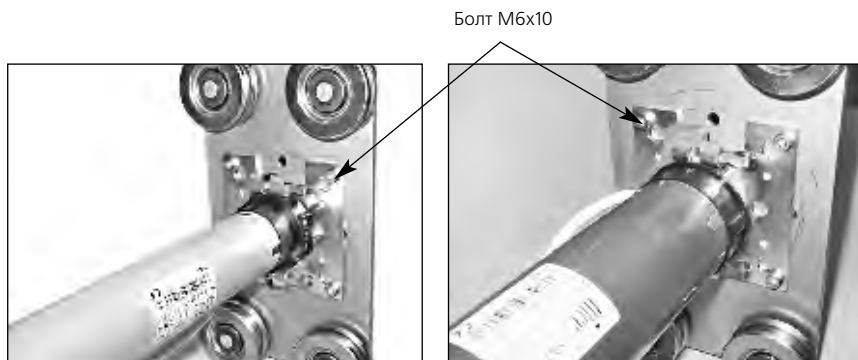

Рис.2.6 Установка двигателей "Nice" серий Neo M, Neo Star, Neo Mat и Sun с использованием крепления КМ/М100.
- серии Neo M, Neo Star, Neo Mat и Sun устанавливаются на крепление КМ/М100 (рис.2.6). Крепление монтируется на каретке при помощи четырех болтов М6х10 с шестигранной головкой с размером под ключ S10 или винтов с цилиндрической головкой с внутренним шестигранником S5.